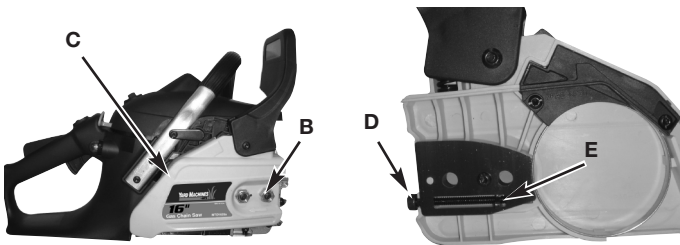

Fig. 23
2. Enlevez les boulons de maintien du guide-chaîne (B). Retirez le couvercle du FREIN DE CHAÎNE (C) en le tirant directement pour le sortir, il faudra forcer un peu. (Fig. 23)
MISE EN GARDE: Si la chaîne est TROP TENDUE ou PAS ASSEZ, le pignon, guide-chaîne, chaîne et roulements de vilebrequin s'useront plus rapidement. Etudier la Fig. 23 pour tout renseignement concernant la tension appropriée pour moteur chaud (A) ou froid (B), et comme guide indiquant quand la chaîne a besoin d'être ajustée (C).